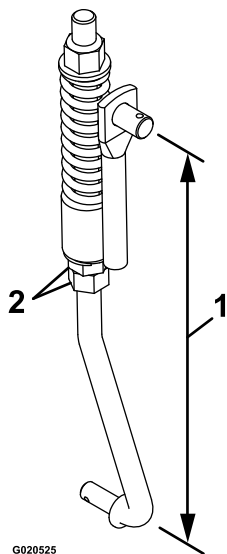

Figura 55
8. Ajuste la longitud del acoplamiento con las 2 tuercas situadas en la parte inferior del conjunto de muelle vertical (Figura 55).